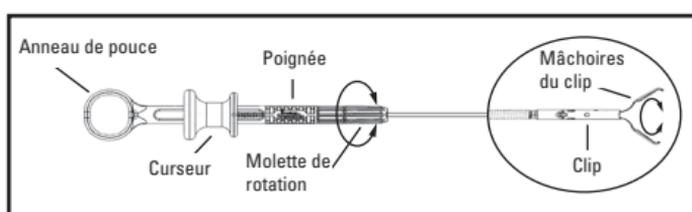

**Figure 2. Ouverture des mâchoires du clip Resolution 360**
1. Lorsque le clip Resolution 360 se trouve à l'emplacement voulu, déplacer doucement le curseur distalement (en l'éloignant de l'anneau de pouce) afin d'ouvrir les mâchoires du clip Resolution 360, comme illustré sur la Figure 2.